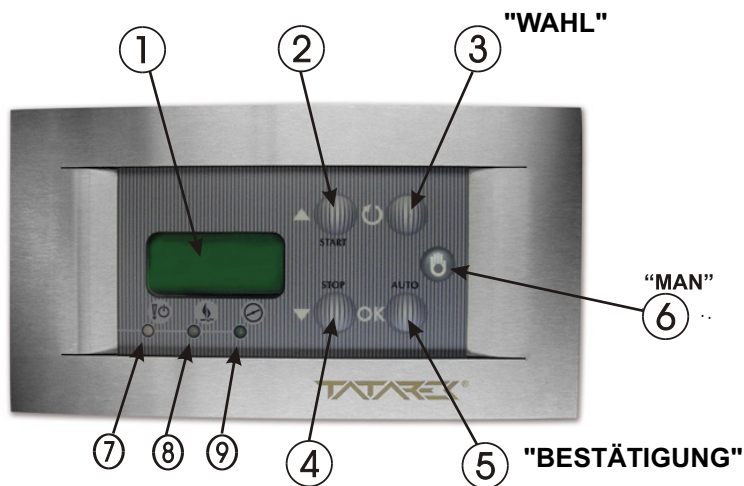

Abb. 2: Ansicht der Schalttafel
Auf der Schalttafel (Abb.2) befinden sich Steuerelemente der Steuerung. Im Ruhezustand leuchtet nur die grüne Kontrolldiode (7). Die Einschaltung der Steuerung erfolgt nach der Öffnung der Feuerstellentür. Die Schliessung der Tür startet den Verbrennungszyklus, was mit der grünen Diode (8) signalisiert wird.